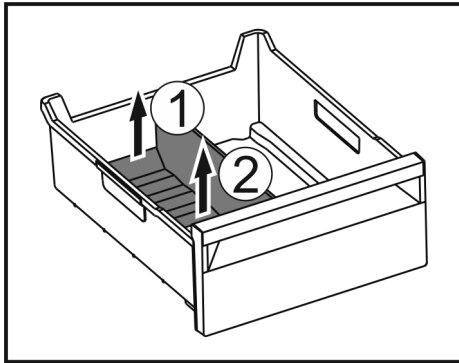

Fig. 237
- ▶ 提升冰格分隔器后部。 Fig. 237 (1)
- ▶ 向上取出冰格分隔器。 Fig. 237 (2)